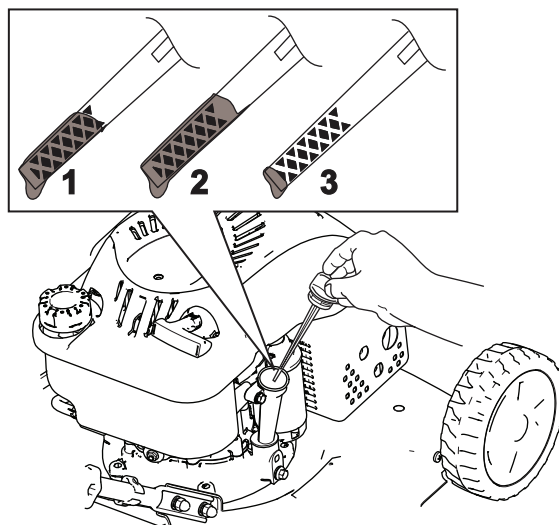

Figura 7
2. Retire a vareta rodando-a no sentido contrário ao dos ponteiros do relógio e puxando-a para fora (Figura 7).
7. Leia o nível de óleo na vareta (Figura 7).